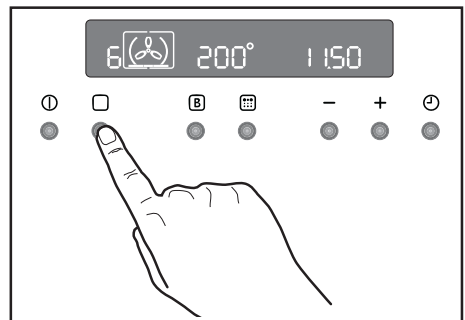

Abb. 5
2) Drücken Sie die Taste  um die gewünschte Funktion auszuwählen. Bei jedem Drücken der Taste  wird ein Funktionssymbol im Display eingeblendet und links vom ausgewählten Funktionssymbol erscheint die entsprechende Funktionsnummer (Abb. 5).